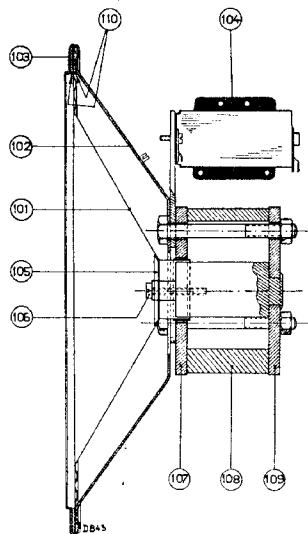

Fig. 5
2. Zorg dat voor- en achterplaat (fig. 5 pos. 107 en pos. 109) in geen geval van de magneet getrokken worden; hierdoor zou deze (evenals bij reparatie op een ijzeren plaat) verzwakken.